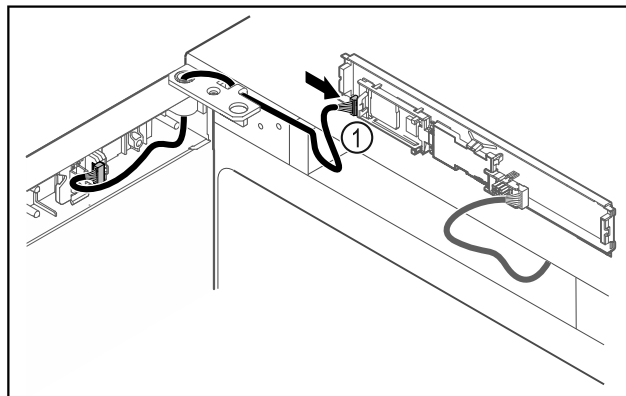

Fig. 43
- Sett pluggen Fig. 43 (1) inn i kretskortet.